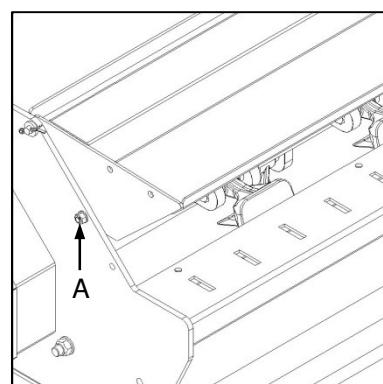

Fig. 4
- ✓ Lift the discharge chute and secure it in position by using the alternate hole available at each end (Fig. 4-A).
- ✓ Lig die afvoergeut op en hou dit in posisie deur die alternatiewe boutgat aan elke punt te gebruik (Fig. 4-A).